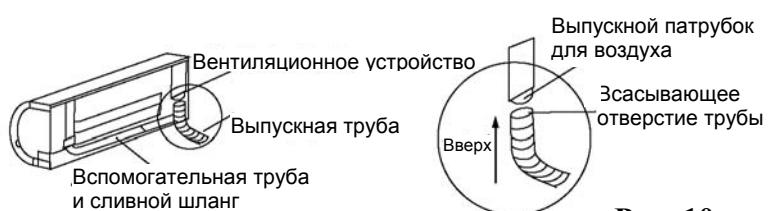

Рис. 10
- Надежно прикрепить всасывающий конец выпускной трубы к выпускному патрубку вентиляционного устройства, при этом следить, чтобы соединение выпускной трубы не ослабло. (См. рис. 10)